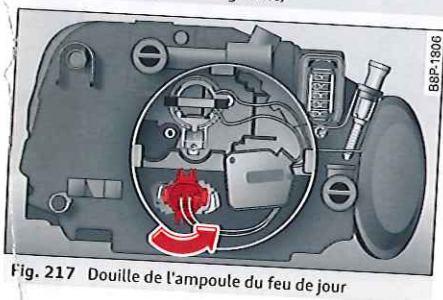

Fig. 217 Douille de l'ampoule du feu de jour
- Tournez la fiche de l'ampoule dans le -sens de la flèche- jusqu'en butée $\Rightarrow$ fig. 217 et retirez la fiche avec l'ampoule du boîtier du phare.